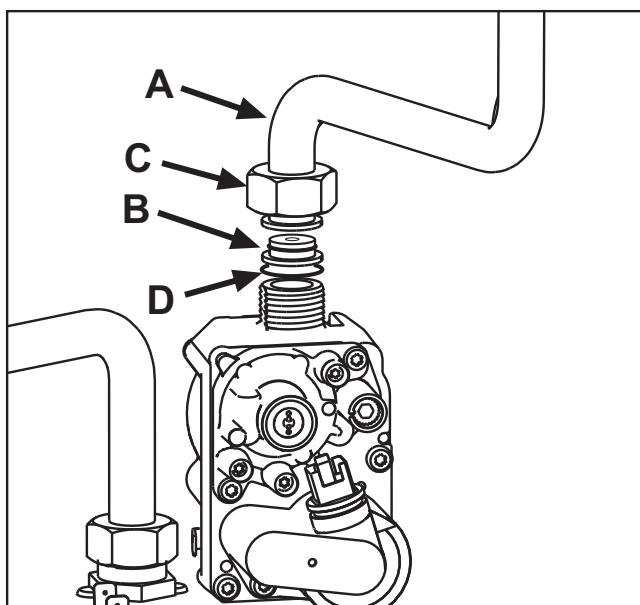

fig. 23
3. Desenrosque la tuerca C y desconecte el tubo A de la válvula del gas (fig. 23).
4. Reemplace el inyector B del tubo del gas por el que se incluye en el kit de transformación, interponiendo la junta D (fig. 23).